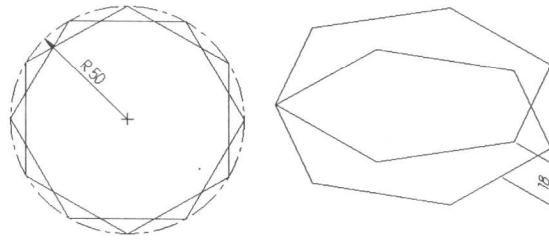

图1-2
1. 选择俯视构图面绘制如图 1-2 所示内接【Corner】于圆的两个六边形，圆半径为“R50”，第二个六边形与第一个六边形呈“30°”旋转角度，且处于第一个六边形的下侧，与第一个六边形的 z 高度相差“18”。